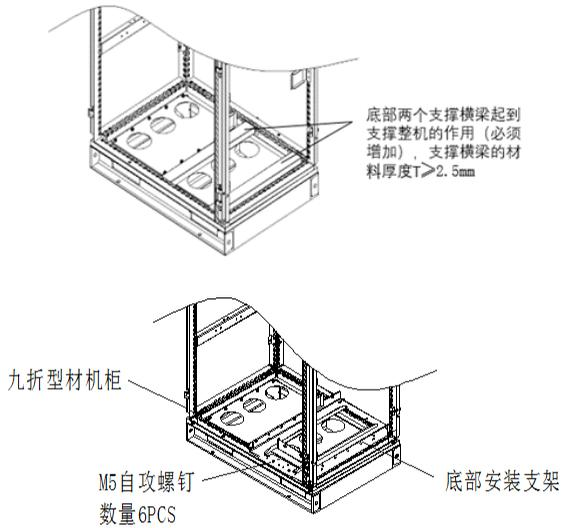

图 4-13 底部安装支架安装示意图
2	在九折型材内固定好底部支撑横梁、安装支架（如图 4-13）。
2、固定底部支撑横梁、安装支架，如图 4-13